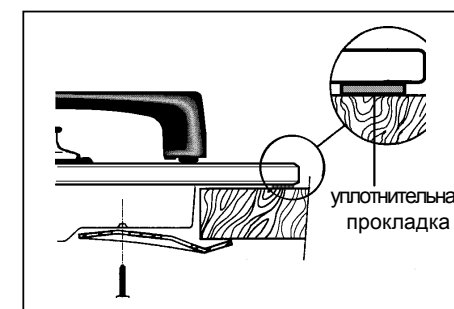

Рис. 26
3) Установите прибор в вырез и нажимайте на него до тех пор, пока стеклянная верхняя часть панели и столешница не соприкоснутся, как показано на рис. 26.